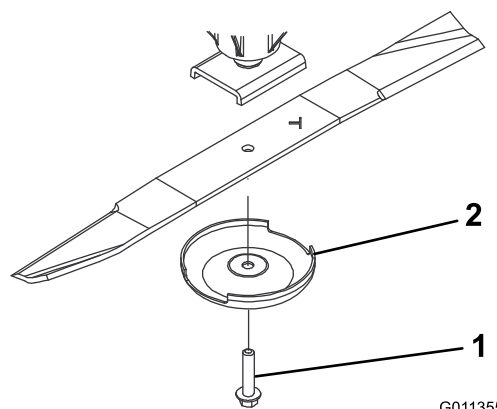

Figure 65
2. Tenez la lame par son extrémité avec un chiffon ou un gant épais. Enlevez le boulon, la coupelle de protection et la lame de l'axe de pivot (Figure 65).
3. Montez la lame, la partie relevée vers le tablier de coupe, avec la coupelle de protection et le boulon (Figure 65). Serrez le boulon de la lame à un couple de 115 à 149 N·m (85 à 110 pi-lb).